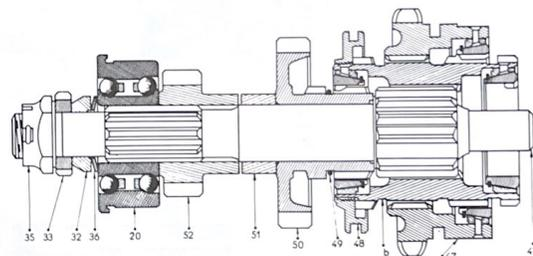
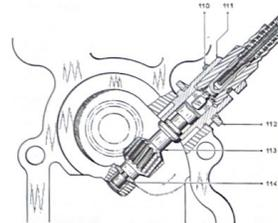

Fig. 3.9.—Eje intermedio (secundario).
Fig. 3.16.—Tapa trasera de la caja.
3.2.1.3. Desarmado del eje intermedio (fig. 3.9).
a) Retirar los sincronizadores de Primera y Marcha Atrás (47) y de Segunda y Tercera (48). Retirar el engrane loco de Segunda (50), el suplemento (51) de dicho engrane loco y el piñón de reenvío del reductor (52).
b) Retirar el anillo de sincronización (49) del engrane loco de Segunda, que debe ser reemplazado en cada desmontaje.
3.2.1.4. Desarmado de la tapa trasera (fig. 3.16).
a) Retirar de la tapa la toma de movimiento (111) del latiguillo del cuentakilómetros.
- 118: Cazoleta de la rótula y del muelle (119).
- 120: Muelles de presión de los pistones (121).
3.2.2.2. Preparar la tapa trasera (fig. 3.16).
- a) Colocar en su alojamiento el casquillo de tope (114) del engrane del cuentakilómetros.
- b) Engrasar el engrane (113) y colocarlo en su sitio. Montar la toma de movimiento (111), colocar la brida (112) y apretar el tornillo con arandela Grower interpuesta.